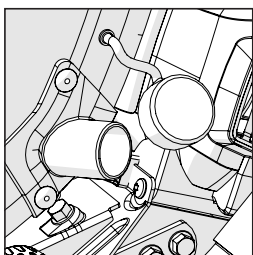

FIG. 13
- Retire el tapón de goma del orificio de extracción de polvo (Fig. 13) y guárdelo en un lugar seguro para volver a colocarlo en el futuro.